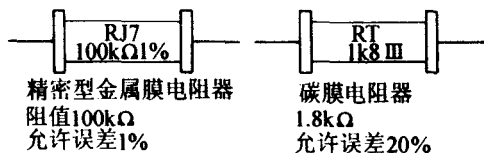

图 1-4 文字符号标志电阻器
(2) 文字符号标志。文字符号标志是指用阿拉伯数字和文字符号两者有规律的组合来表示电阻器的标称阻值,其允许误差也可用文字符号表示(见表 1-3)。符号前面的数字表示整数阻值,后面的数字依次表示第一位小数和第二位小数值。例如 2R7 表示 2.7Ω 。文字符号标志电阻器如图 1-4 所示。